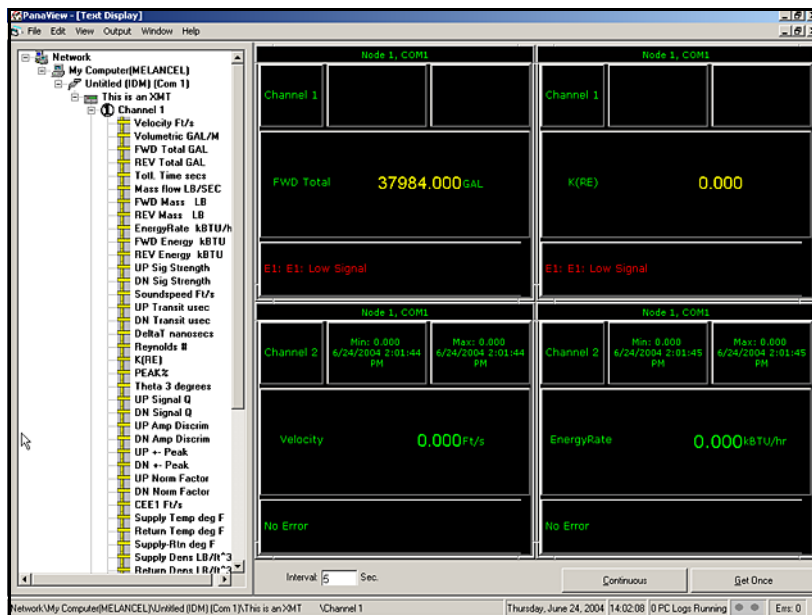

Figure 20: Plusieurs écrans de texte dans la fenêtre *Text Display*
2. Reprenez l'étape 1 pour chacun de tous les paramètres de process supplémentaires que vous souhaitez afficher, en cliquant deux fois dessus dans l'arborescence réseau de PanaView. PanaView dispose automatiquement les écrans de texte en mosaïque dans le volet droit de la fenêtre *Text Display* (voir Figure 20 ci-dessous).